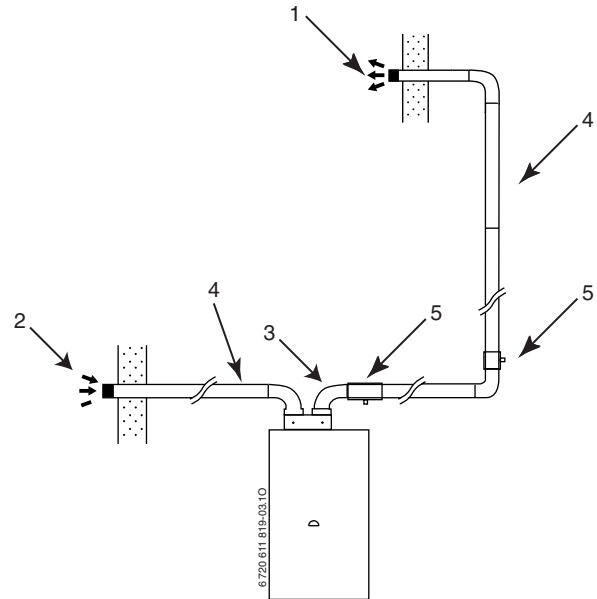

Fig. 32 Esempio di condotti con tipologia C₅₂ con scarico a parete
► Utilizzare l'accessorio «Stabilizzatore di tiraggio AZ 347» nei casi in cui il terminale aria venga installato ad un'altezza dal suolo inferiore rispetto all'altezza del terminale fumi (pressioni diverse nei 2 condotti - vedi esempio in fig.32).